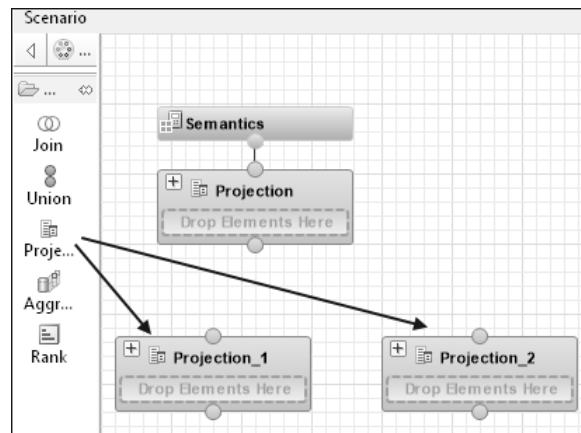

Abbildung 3.42 Zwei zusätzliche Projektionsknoten hinzufügen
1. Fügen Sie dazu zunächst zwei zusätzliche Projektionsknoten hinzu. Dazu wählen Sie in der Werkzeugleiste (unter **Scenario**) auf der linken Seite der grafischen Modellierungsumgebung den Projektionsknoten aus und ziehen ihn auf die Arbeitsfläche (siehe Abbildung 3.42). Wiederholen Sie das Vorgehen für den zweiten zusätzlichen Projektionsknoten. Das System vergibt automatisch die Namen **Projection_1** und **Projection_2** für die Knoten.